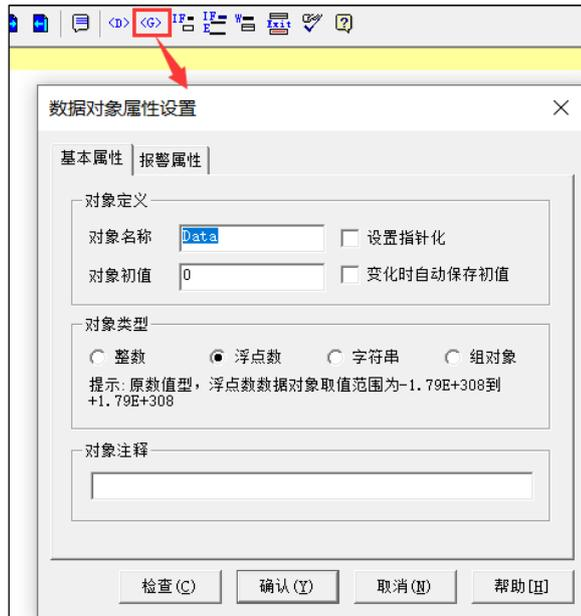

图 10.1-4 在脚本程序编辑窗口中声明数据对象
- 数据对象：相当于全局变量，在所有的程序段共用。它可以在实时数据库中定义，也可以通过脚本框上方的【声明数据对象】<G>图标按钮定义，如图 10.1-4 所示。脚本编辑中可以用数据对象的名称来读写数据对象的值，也可以对数据对象的属性进行操作，支持整数、浮点数、字符串三种数据对象。